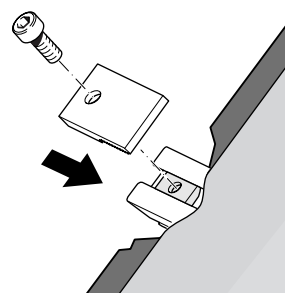

Bild 11b
- Die äußeren Befestigungsklemmen in die Nutensteine schrauben, in den Montageschienen an den Kollektor heranschieben und festziehen, siehe Bild 11b.